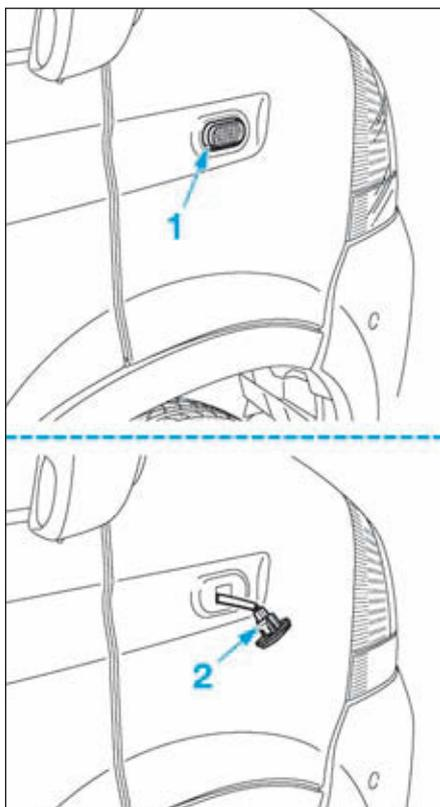

FIG.74
- Déclipper le clignotant latéral (1) (Fig.74) à l'aide d'un tournevis plat.
- Déposer la douille (2) du clignotant latéral.